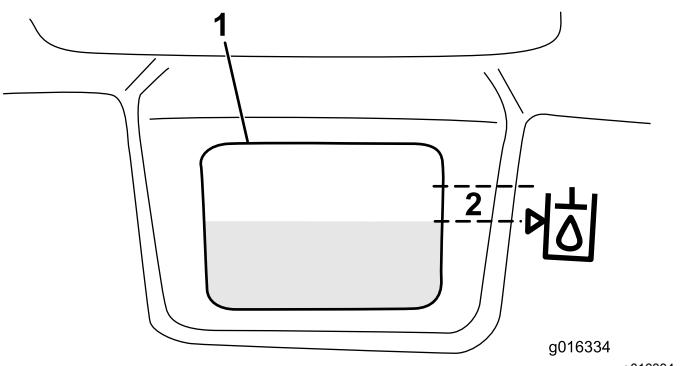

図 33
3. 油圧オイルタンクに、適切な油圧オイルを入れるオイルの高さが、油圧オイルタンクの前側面についている確認窓の横にある矢印から6mm以内にくるまで入れる**図 33**。入れすぎないこと。